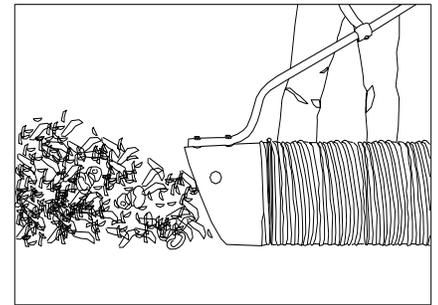

Abb. 3
**EINLASSBETRIEB:** Bei laufender und vollständig montierter Maschine, bewegen Sie die Düse in schwingenden Bewegungen über den Schmutz. Lassen Sie zusammen mit dem Schmutz immer Luft in die Düse strömen. Blockieren Sie niemals vollständig die Düse, wenn Sie saugen, da dies die Leistung reduziert und Verstopfungen fördert (Siehe Abb. 3). Um schwereren Schmutz zu entfernen, oder Schmutz, der am Boden haftet, schütteln Sie die Düse nach vorne, um die Saugkraft um den Schmutz herum zu erhöhen (Siehe Abb. 4).